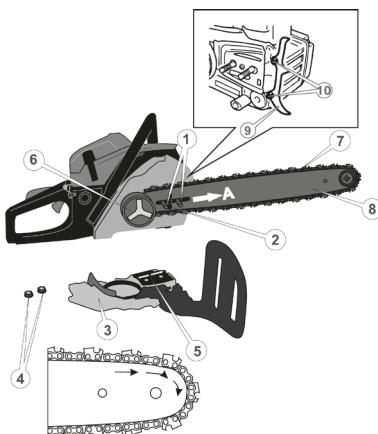

Рисунок 3. Схема встановлення шини із різальним ланцюгом.
5.1.2 Встановлення напрямної шини із різальним ланцюгом (рис. 3).
2. Встановити на передній частині корпусу зубчастий упор (9, рис. 3) та зафіксувати його гвинтами.
7. Посунути шину в напрямку стрілки (A, рис. 3), щоб ланцюг злегка натягнувся.
8. Встановити кришку шини так, щоб штифт регулятора ланцюга (1, рис. 3) точно збігався з натяжним отвором шини (2, рис. 3).
9. Закрутити гайки (3, рис. 3) не затягуючи їх.